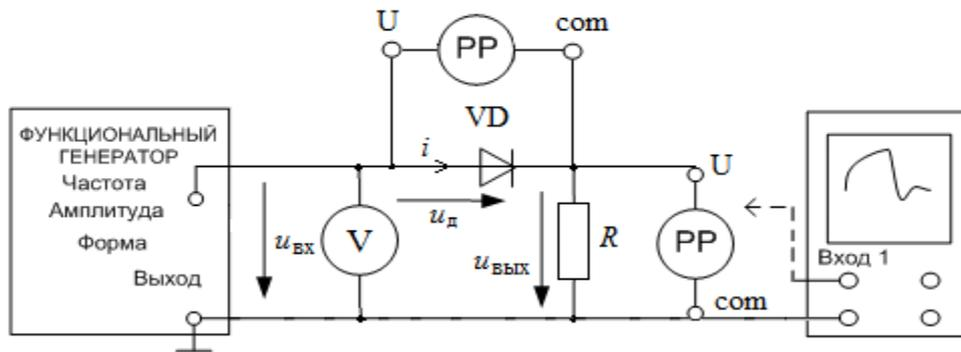

Рис. 1П
- Собрать цепь по схеме рис. 1П протокола измерений, проверить собранную цепь в присутствии преподавателя. Регулятором **Амплитуда** модуля **ФУНКЦИОНАЛЬНЫЙ ГЕНЕРАТОР** установить действующее значение напряжения  $U=7$  В. Установить величину балластного сопротивления  $R$  в блоке **МОДУЛЬ РЕЗИСТОРОВ** в соответствии с данными табл. 1.
1. Как изменятся показания приборов и кривые мгновенных значений для схемы на рис. 1П, если нелинейный элемент подключить в обратном направлении?
2. Как изменятся показания приборов и кривые мгновенных значений для схемы на рис. 1П, если частоту входного напряжения увеличить в два раза?
3. Как изменятся показания приборов и кривые мгновенных значений для схемы на рис. 1П, если действующее значение входного напряжения увеличить в два раза?